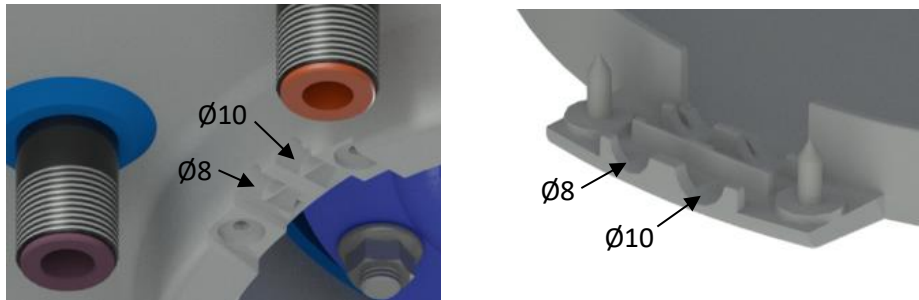
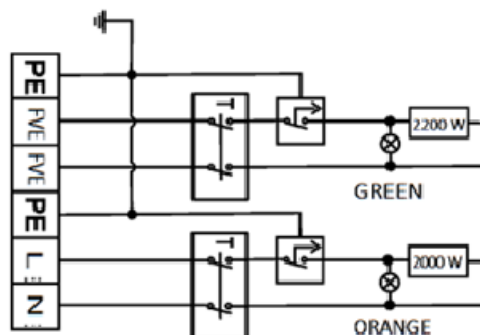

Abbildung 7
Abbildung 8
Führen Sie den Anschluss gemäß dem Anschlussplan durch. Die werkseitige Verkabelung darf nicht verändert werden! (Abbildung 8). Entfernen Sie in der Abdeckung der Elektroinstallation die Trennwand, die dem Durchmesser des Zuleitungsdrahtes $\varnothing 8$ oder $\varnothing 10$ entspricht (Abbildung 7). Die Schutzart der elektrischen Teile des Heizgeräts beträgt IP 44. Die Leistungsaufnahme der elektrischen Heizelemente beträgt 2200 W und 2000 W beim Heizgerät OKCE 2/2 kW.
- Der Schaltplan liegt dem Heizgerät bei und befindet sich auch auf der Abdeckung der Elektroinstallation (Abbildung 8).